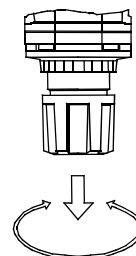

図 1
- 1) 圧力を設定する場合は、ノブを引き下げて、ロックがかかっていないことを確認してから、ノブを回してください。(図 1 参照)